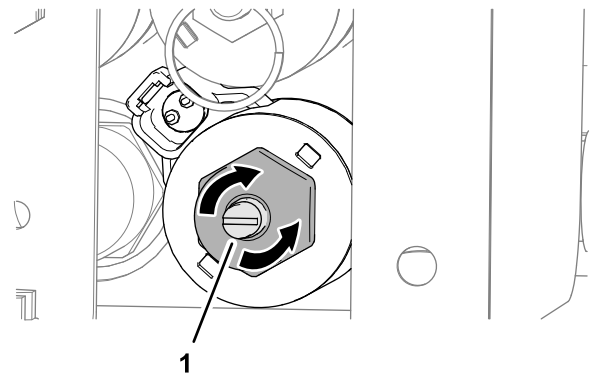

Figure 37
1. Tournez la vis à tête hexagonale de la vanne dans le sens horaire pour accroître la vitesse de la bande (Figure 37).